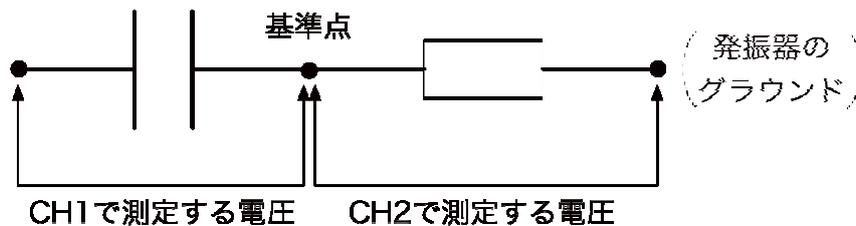

図 3-8 コンデンサーと抵抗の直列回路
(1) 図 3-8 に示すようなコンデンサー ($0.01 \mu\text{F}$, コンデンサー表面の表示は 103) と抵抗 ($3.3\text{k}\Omega$, カラーコードは 橙 橙 黒 茶 茶) の直列回路を組む。ブレッドボードにコンデンサーと抵抗の足を差し込む。この回路では, 直列回路のコンデンサー側に発振器出力をつなぎ, 抵抗側にグラウンドをつないだことになる。
(2) ch1 および ch2 の両方のプローブから出ているみのむしクリップで, 両方ともコンデンサーと抵抗の接続点をはさむ。ここがオシロスコープの測定する電圧の基準点となる。
(3) ch1 のプローブ先端を発振器出力側に, ch2 のプローブ先端をグラウンドラインの任意の穴に差し込む。これにより, ch1 はコンデンサーにかかる電圧 V_C を, ch2 は抵抗にかかる電圧 $-V_R$ を測定する。ただし, V_C , V_R は, それぞれの素子の回路図 3-8 のグラウンドに近い側の端子を基準として, 遠い側の端子の電圧を表したものである。ここで注意すべき点は, ch2 のプローブをグラウンド側に当てているため, ch2 で測定しているのは $-V_R$ になっていることである。
(4) オシロスコープの AUTOSCALE (または AUTOSET) ボタンを押し、自動的に現れる波形を観察する。
(5) ch1 と ch2 の表示波形を上下に平行移動させるためのオフセットつまみを回して、グラウンドレベルの位置をどちらのチャンネルも 0mV に合わせる。実際にオフセットつまみを回すと画面に垂直位置が矢印と数値で表示されるので、その値を 0 mV となるように合わせればよい。
(6) ch1 の曲線と ch2 の曲線が重なって表示される。